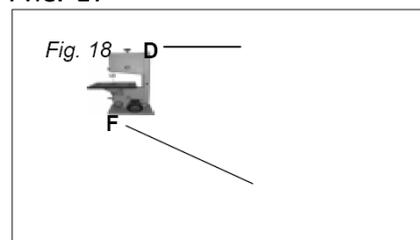

Рис. 18
8. Если необходимо, отрегулируйте ход полотна, используя ручку регулировки хода полотна и стопорную ручку (F) Рис. 18, расположенную позади корпуса верхнего шкива. Когда ход полотна отрегулирован, зафиксируйте положение полотна.
Когда полотно установлено и отрегулировано, прокрутите полотно, вращая рукой верхний шкив и регулируя ручку хода полотна (F) Рис. 18.